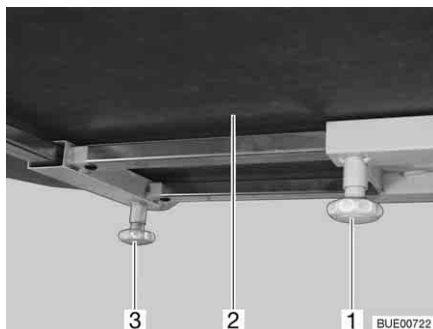

Bild 98 Förskjut bordsskivan (alternativ)
- Lossa den räfflade skruven (Bild 98,1).
- Skjut bordsskivan (Bild 98,2) till önskat läge.
- Lossa den räfflade skruven (Bild 98,3).